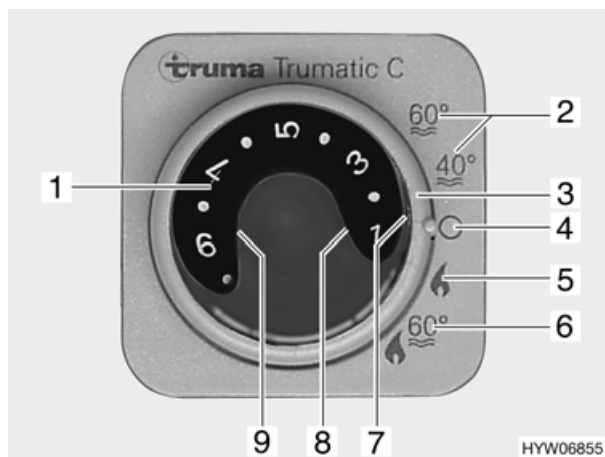

Fig. 68 Centralina di controllo per riscaldamento/boiler
#### ■ Impostare la modalità di funzionamento tramite l'interruttore girevole (Fig. 68,3):
- Funzionamento estivo "40 °C" o "60 °C" (Fig. 68,2)
- Funzionamento invernale "Riscaldamento senza boiler" (Fig. 68,5)
- Funzionamento invernale "Riscaldamento e boiler" (Fig. 68,6)
- Spento (Fig. 68,4)
A seconda della temperatura ambiente desiderata, il riscaldamento seleziona automaticamente il livello del bruciatore necessario. Al raggiungimento della temperatura ambiente desiderata, il bruciatore si spegne. Durante la modalità di funzionamento "Riscaldamento e boiler" (Fig. 68,6) è riscaldata anche l'acqua nel boiler. Nella modalità di funzionamento "Riscaldamento senza boiler" (Fig. 68,5) è possibile far funzionare il riscaldamento con il boiler vuoto.
- Impostare la manopola della temperatura (Fig. 68,1) sulla centralina di controllo scegliendo la temperatura desiderata.
- Posizionare l'interruttore girevole (Fig. 68,3) su funzionamento invernale "Riscaldamento senza boiler" o "Riscaldamento e boiler".
Si accende la luce spia verde (Fig. 68,7).
- Posizionare l'interruttore girevole (Fig. 68,3) su "Spento" (Fig. 68,4).